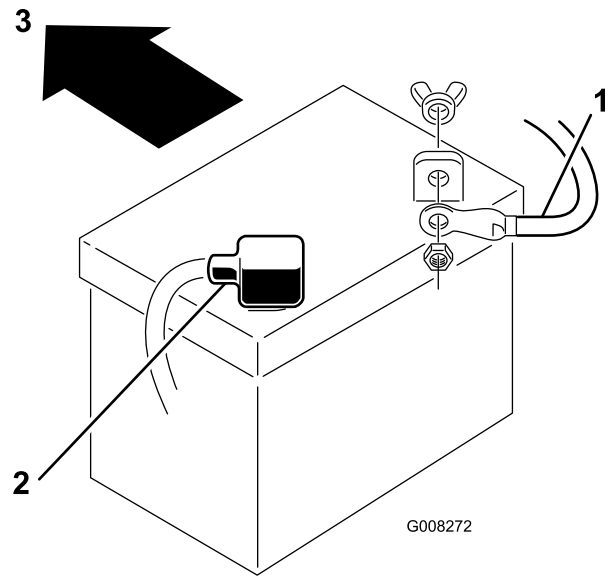

Figura 33
7. Desconecte el cable negativo de tierra (negro) del borne de la batería (Figura 33).
9. Desconecte el cable positivo (rojo) del borne de la batería (Figura 33).
1. Coloque la batería en el chasis con los bornes hacia la parte trasera de la máquina (Figura 33).
batería (Figura 33). Deslice la cubierta de goma sobre el borne de la batería.
4. Usando el perno y la tuerca de mariposa, conecte el cable negativo (negro) al borne negativo (-) de la batería (Figura 33). Deslice la cubierta de goma sobre el borne de la batería.